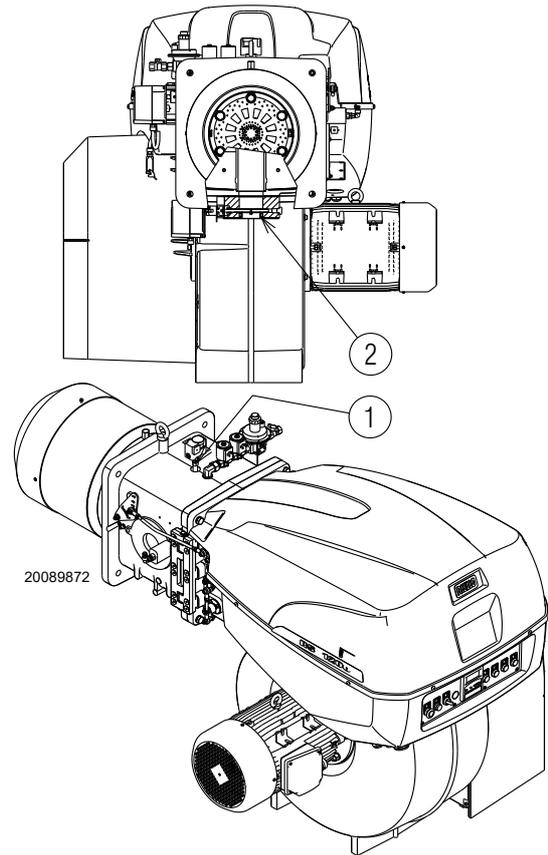

Abb. 21
Gasdruck, an der Entnahmestelle 1)(Abb. 21) gemessen mit:
Strömungsverlust Gasdrossel 2)(Abb. 21) bei maximaler Öffnung: 90°.
- Ziehen Sie vom Gasdruck am Anschluss 1)(Abb. 21) den Druck in der Brennkammer ab.
Gasdruck an der Entnahmestelle 1)(Abb. 21) = 59,2 mbar
Um stattdessen den an der Entnahmestelle 1) notwendigen Gasdruck zu ermitteln (Abb. 21), nachdem die höchste Modulationsleistung festgelegt wurde, bei der der Brenner arbeiten soll:
- Lesen Sie rechts, in Spalte 1, den Druck an der Entnahmestelle 1)(Abb. 21) ab.
An der Entnahmestelle 1)(Abb. 21) erforderlicher Druck.